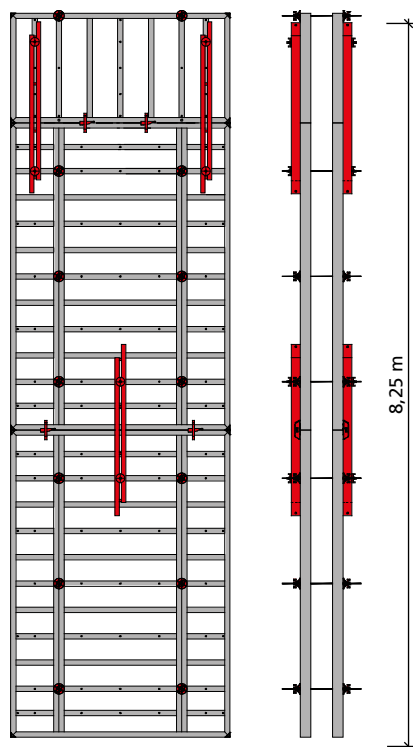
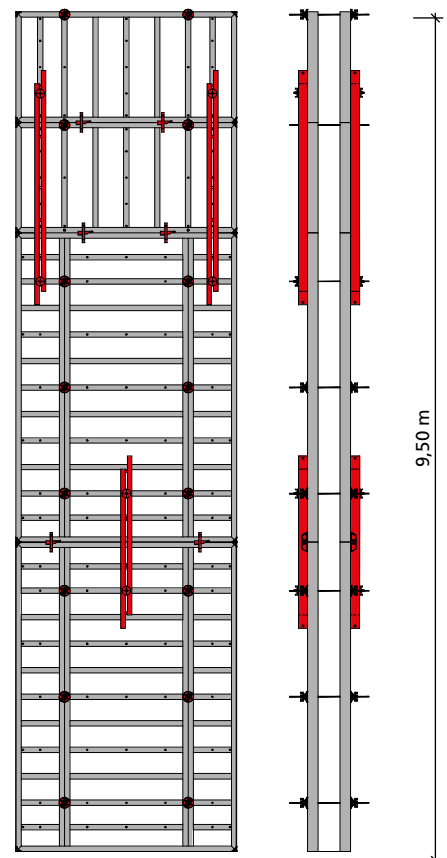

Abb. 48.3
Abb. 48.4
■ Eine Höhe von 8,25 m erreicht man mit 2 vertikalen M 350-Elementen, die man mit einem 1,25 m breiten Element horizontal aufstockt. Hier kann man durch Richtschienen die untere Ankerlage am obersten Element einsparen (Abb. 48.3). Das ist auch der Fall, wenn man mit einem weiteren 1,25 m breiten Element horizontal auf 9,50 m aufstockt (Abb. 48.4).